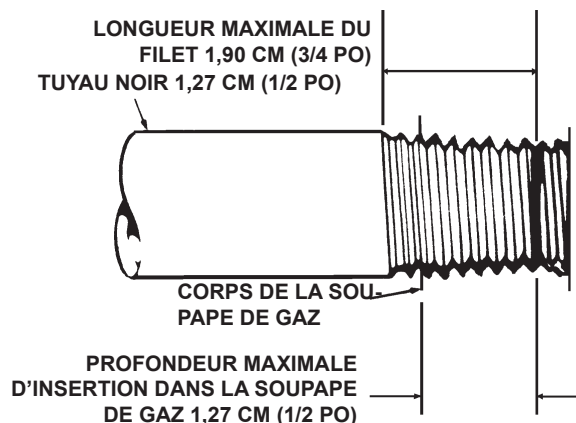

Figure 6. Exigences relatives au raccordement de la soupape de gaz
- Les filets mâles du tuyau qui sera inséré dans la soupape de gaz doivent être conformes aux exigences de la figure 6. S'ils sont plus longs que ceux de la figure, les filets peuvent entraîner la distorsion et la défaillance de la soupape de gaz.
⚠ AVERTISSEMENT : Si les filets mâles du tuyau inséré dans la soupape de gaz ne sont pas conformes aux exigences de la figure 6, ils risquent d'entraîner une distorsion et une défaillance de la soupape de gaz.